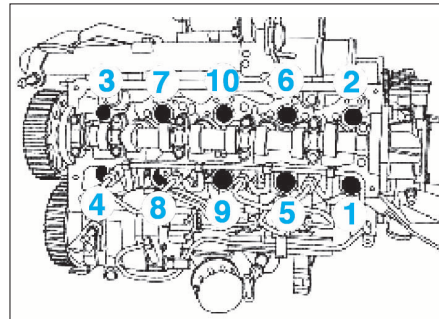

FIG. 83
- Déposer les vis de culasse, en les desserrant progressivement par passes successives et dans l'ordre prescrit (Fig.83).